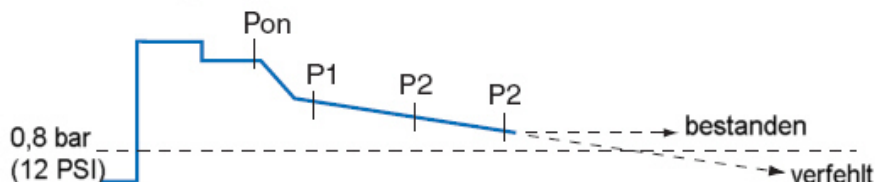

Abb. 4: Ablauf Brutto Test
1. Nach dem Abschalten der Pumpe folgt eine Verzögerungszeit damit der Leitungsdruck auf den festgelegten Ruhedruck von ca. 1,5 bar (22 PSI) abfallen kann. Danach erfolgt die Aufnahme des Referenzdrucks P1 (siehe Abb. 4). Beträgt der Leitungsdruck zu diesem Zeitpunkt weniger als 0,8 bar (12 PSI), so wird von einem großen Leck ausgegangen und der Test wiederholt. Wird der Test abermals nicht bestanden wird eine BRUTTO LEITUNGS FEHLER Alarm ausgelöst.